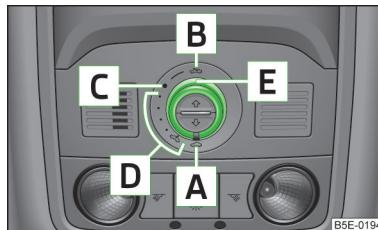
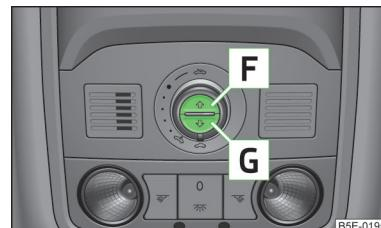

Fig. 26
Fig. 27
- Si p. ej. se desembornó y se volvió a embornar la batería del vehículo, puede ocurrir que el techo corredizo/elevable quede fuera de servicio. Ponga entonces el commutador giratorio en la posición de comutación  » fig. 26 de la página 56, tire de éste y sujetelo en el rebaje hacia abajo y hacia adelante. A los 10 segundos el techo corredizo/elevable se abre y se cierra de nuevo. Sólo después se debe soltar de nuevo el commutador giratorio.
- Si p.ej. se desembornó y se volvió a embornar la batería del vehículo, puede ocurrir que la cortinilla antisolar enrollable quede fuera de servicio. Gire el conmutador a la posición  » fig. 26 de la página 56, pulse y mantenga pulsada la tecla  » fig. 27 de la página 56. A los 10 segundos la cortinilla antisolar enrollable se abre y se cierra de nuevo. Sólo después se debe soltar de nuevo el conmutador giratorio.
- › Gire el comutador a la posición **C** » fig. 26.
Se puede abrir o cerrar la cortinilla antisolar enrollable con las teclas » fig. 27.
- › Para abrir por completo pulse brevemente la tecla **F** » fig. 27.
- › Para cerrar por completo pulse brevemente la tecla **G** » fig. 27.